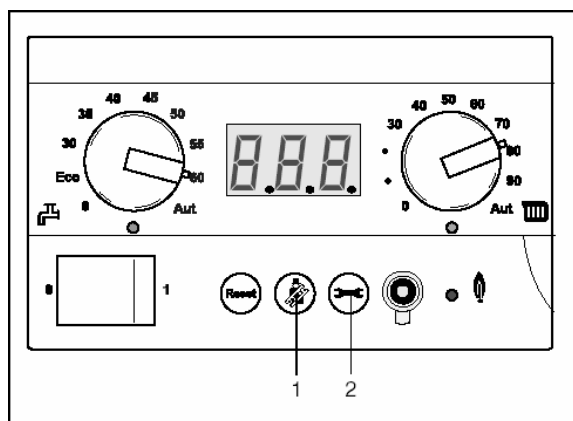

fig. 25 Tryck på sotareknappen
- Pannan kan tvångsköras genom att man trycker på sotareknappen (fig.25, pos.1) tills det visas en punkt nederst till vänster i displayen. Pannan går max 30 minuter på maxdrift.
- Tryck på sotareknappen (fig.25, pos.1) och serviceknappen (fig.25, pos.2) samtidigt tills "L—" (t.ex. L81.) visas i displayen